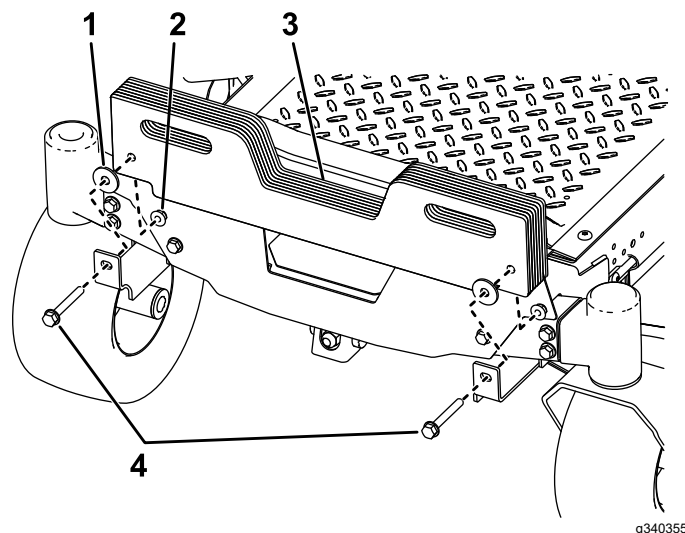

Bild 5
2. Befestigen Sie die beiden Kofferballaste an den Ballasthalterungen mit zwei Schrauben ($\frac{5}{8}$ " x $2\frac{3}{4}$ ") und zwei Sicherungsmuttern ($\frac{3}{8}$ "), wie in Bild 5 dargestellt.